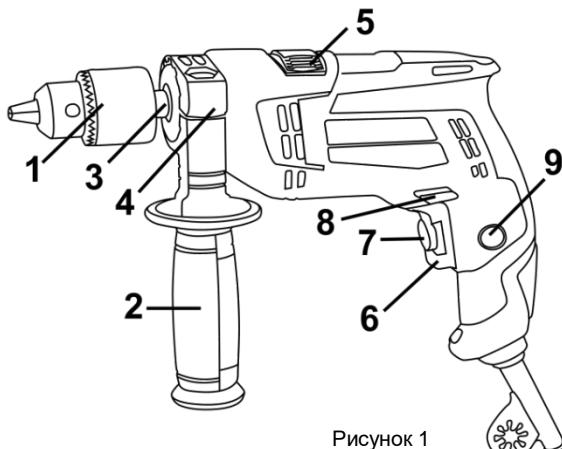

Рисунок 1
Виріб має два режими свердління: ударно-обертальний і обертальний. Перемикання режимів роботи виробу здійснюється переведенням перемикача (5) (див. рис.1) У крайні позиції до відповідного символу режиму роботи:
- ударно-обертальний режим - перемикач (5) повинен бути переведеним до упору у бік символу
- обертальний режим - перемикач (5) повинен бути переведеним до упору у бік символу
4.2 Виберіть необхідний режим роботи виробу за допомогою перемикача (5) (див. рисунок 1). Перемикання режимів роботи виробу здійснюється переведенням перемикача (5) (див. рис.1) з одного крайнього положення в інше в бік відповідного символу режиму роботи:
- ударно-обертальний режим - перемикач (5) повинен бути переведеним до упору у бік символу ;
- обертальний режим - перемикач (5) повинен бути переведеним до упору у бік символу .